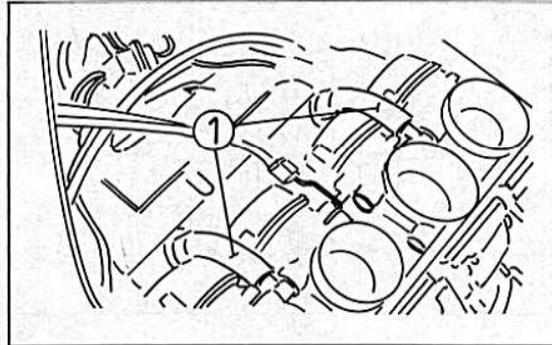

Bild 107
- Die Entlüftungsschläuche von den Vergasern abziehen (Bild 107).